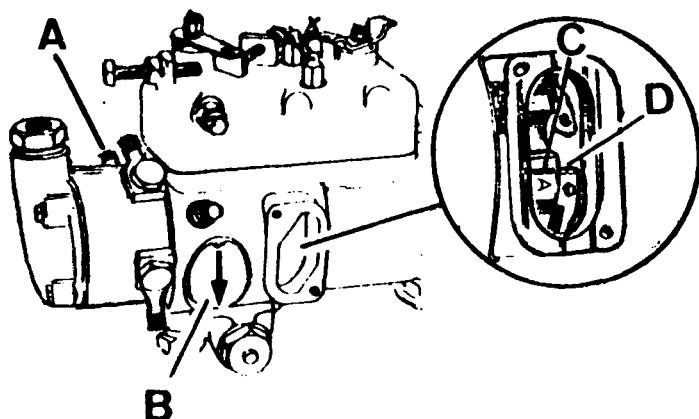

Fig. A1-46 Sincronización correcta de la bomba
- B) Conectar la boquilla del comprobador de inyectores a la salida, A (Fig. A1-46) la cual corresponde a la salida marcada con (x) en la bomba.
- C) Comenzar a bombear gas-oil o similar al interior de la bomba inyectora hasta conseguir una presión aproximada de 20 mkg/cm². Manteniendo esta presión, girar el eje de la bomba en el sentido normal de trabajo, según indica la flecha, B (Fig. A1-46) de la placa de características. - En el momento que se encuentre la mayor resistencia al giro, dejar de girar el eje y observar la posición en que ha quedado la marca, C (Fig. A1-46) gravada junto a la letra (A) en la placa de transmisión de la bomba inyectora. Si la marca, C, queda alineada con el extremo recto, D, del anillo de sincronización, se puede dar por concluida la comprobación ya que la bomba está perfectamente sincronizada.